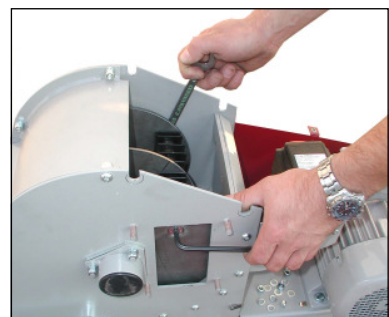

Bild 21
- Senkschraube (SW 6) an der Schlägerachse lösen und herausdrehen (siehe „Bild 21“)
- auf der gegenüberliegenden Seite der Senkschraube ist eine Schlüsselfläche an der Schlägerachse angebracht, die Schlägerachse kann mit einem Gabelschlüssel SW 13 gehalten werden (siehe „Bild 21“)